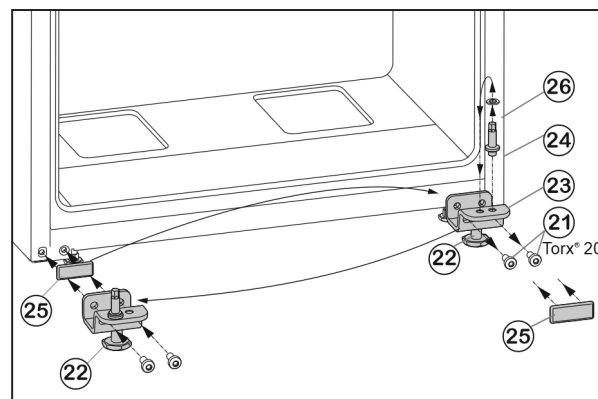

Fig. 7
- ▶ Odvijte pritrdilna vijaka Fig. 7 (21).
- ▶ Odstranite ležajni podstavek spodaj Fig. 7 (23) skupaj z osovino ležaja Fig. 7 (24), podložko Fig. 7 (26) in nastavljivo nogo Fig. 7 (22).
- ▶ Odvijte osovino ležaja Fig. 7 (24) skupaj s podložko Fig. 7 (26) in jo prestavite v nasprotno odprtino ležajnega podstavka ter močno privijte.
- Previdno snemite pokrovček Fig. 7 (25) in ga prestavite na nasprotno stran.
- Ležajni podstavek spodaj Fig. 7 (23) skupaj z osovino ležaja Fig. 7 (24), podložko Fig. 7 (26) in nastavljivo nogo Fig. 7 (22) ponovno **trdno (s 4 Nm)** privijte na novo stran tečajev vrat, po potrebi uporabite akumulatorski izvijač.
- Spodnja vrata od zgoraj nasadite na osovino ležaja Fig. 7 (24).
- Nastavljivo nogo Fig. 7 (22) na ležajnem podstavku spodaj Fig. 7 (23) odvijte, dokler ne stoji trdno na tleh.